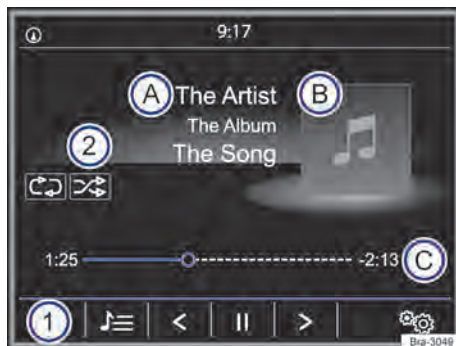

Fig. 153 Menú principal MEDIA.
- Presionar la tecla de la radio **MEDIA** para abrir el menú principal **MEDIA** → **fig. 153**.
Las fuentes de medios que se reproducen actualmente se exhiben en el botón de función en la parte inferior izquierda → fig. 153 ①.
- **O**: en el menú principal **MEDIA** pulsar el botón de función → fig. 153 ① y seleccionar la fuente de medios deseada.